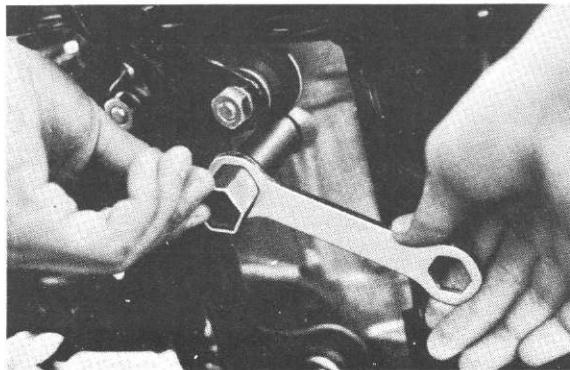

Fig. 4-1-1
1. Warm up the engine for one minute or so, and then drain the oil from the transmission. (Fig. 4-1-1)
1. Faites chauffer le moteur pendant une minute environ, puis vidangez l'huile de la boîte de vitesses. (Fig. 4-1-1)
1. Motor für ungefähr 1 Minute warmlaufen lassen und das Öl vom Getriebe ablassen. (Abb. 4-1-1)